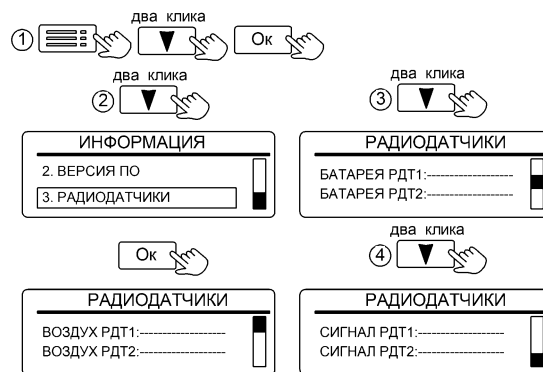

Рисунок 32. Вид вкладки «РАДИОДАТЧИКИ»
**11.3.3 Окно «3.РАДИОДАТЧИКИ»** отображает информацию о температуре воздуха в зонах, где они установлены (рис. 32). Также отображается уровень радиосигнала от датчика и уровень заряда батареи. Радиодатчики могут располагаться внутри помещения и на улице. Радиодатчики не входят в комплект поставки и приобретаются отдельно.